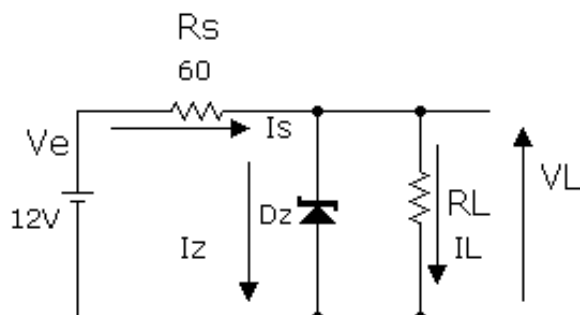

Figura 3.4: Circuito para exercício proposto 1
1) Considerando o Zener 1N4735 de 6,2V/0,5W. No circuito da figura 3.4 calcule os limites que pode ter R_L para que o Zener possa operar dentro da região de regulação.